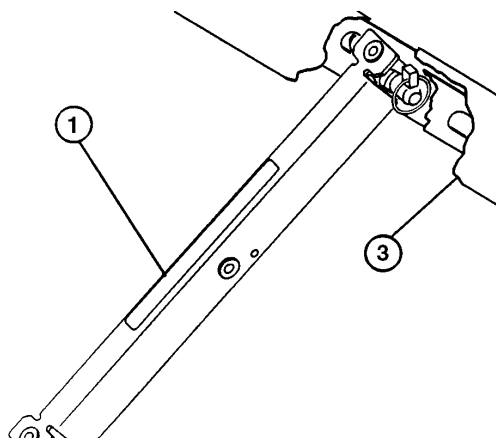

Fig. 11
- C. Spingere il supporto del pianale sull'asta del cilindro, verificando che le alette terminali del supporto poggino sull'estremità della canna del cilindro e sull'estremità dell'asta del cilindro (Fig. 11).